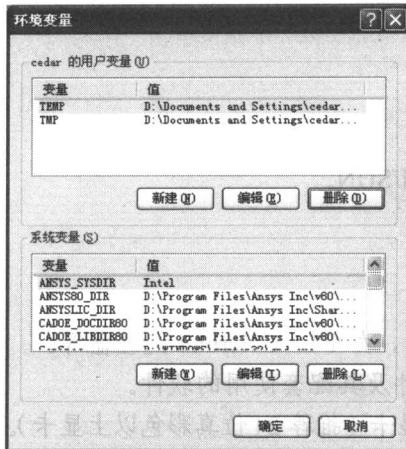
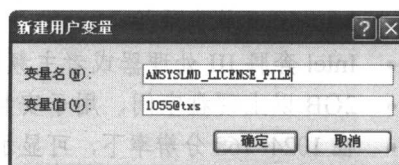

图1-2 【环境变量】对话框
图1-3 【新建用户变量】对话框
2. 单击 按钮，打开如图 1-2 所示【环境变量】对话框。在上部的分组框中单击 按钮，打开如图 1-3 所示的【新建用户变量】对话框，